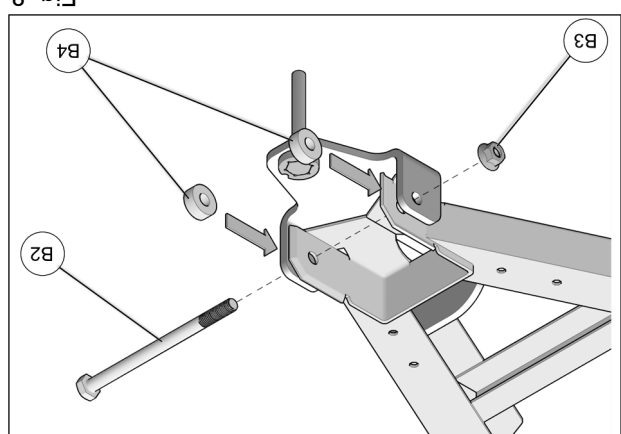

Fig. 8
7. Installer les cales (B4) entre l'ancrage de suspension et le bras de suspension. Insérer le nouveau boulon M10x150 mm (B2) à travers l'ancrage, les cales (B4), le bras de suspension inférieur et le moyeu de roue. Fixer l'assemblage en utilisant le nouvel écrou (B3) fourni. Serrez le boulon à un couple de 50 N•m [37 lb•pi]. Voir la Fig. 8